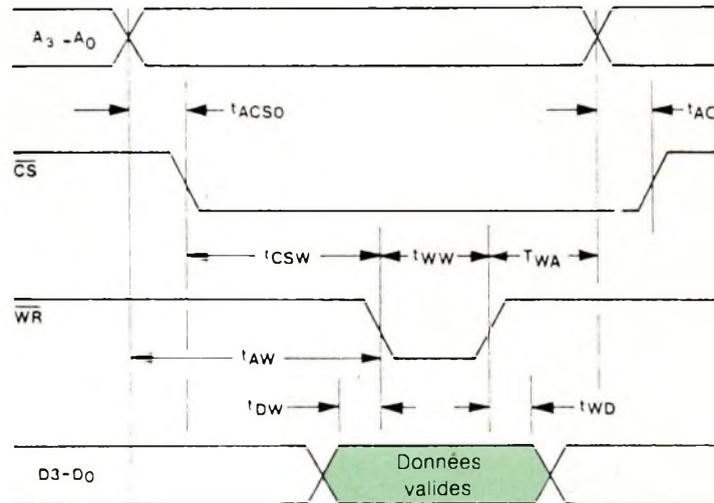

Fig. 11 : Cycle d'écriture
74LS87 est un comparateur 4 bits dont la sortie ($A = B$) passe à l'état haut quand les entrées, programmables par des interrupteurs, (A) sont égales aux entrées (B) reliées au bus d'adresse. Enfin le bus de contrôle permet de spécifier le sens du transfert entre le Z80 et le MM58174 (\overline{RD} : lecture, \overline{WR} : écriture) et que le MM58174 est implanté dans la zone des entrées sorties (\overline{IORQ}). A titre d'exemple, les figures 11 et 12 donnent les chronogrammes d'une opération d'écriture et de lecture du MM58174. En particulier, ces figures